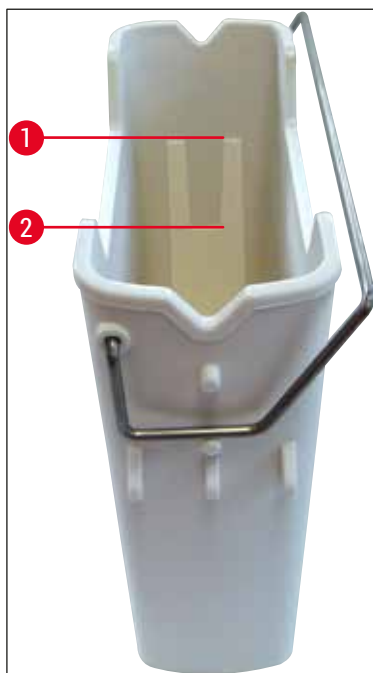

Fig. 17
- » Controllare che la maniglia della cuvetta sia applicata correttamente alla cuvetta per reagenti. In caso contrario, fissare la maniglia come da (→ Fig. 17).